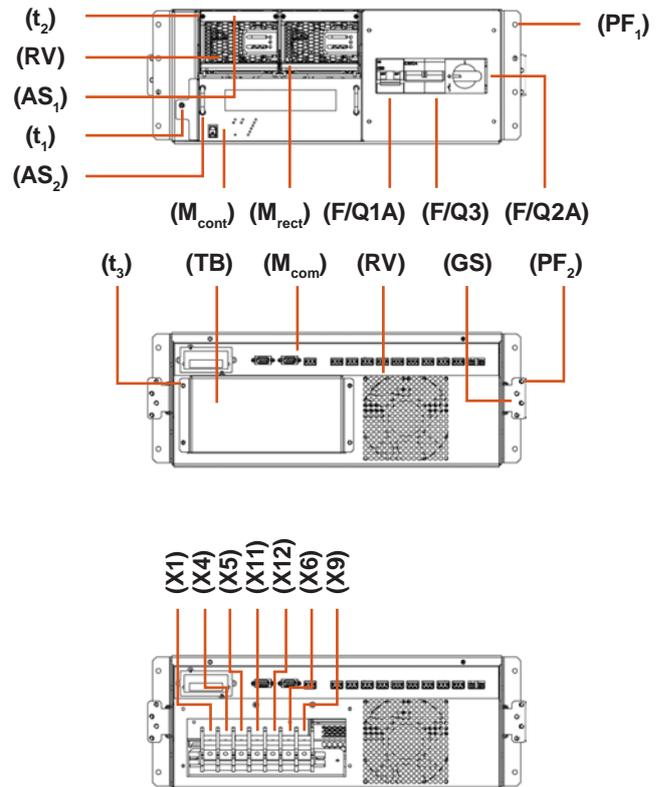

Fig. 2. Vue sous-rack de 19'' et 4U de hauteur.
La structure basique et minimale du système DC Power-S est en version sous-rack (Voir Fig. 2) et elle est composée par :
- En Sous-rack de 19". Avec une hauteur de 4 U et dessiné pour son installation à l'intérieur d'une armoire au moyen des guides de fixation (Voir Fig. 2).